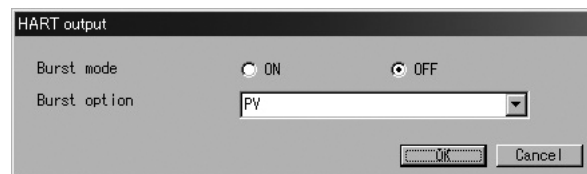

図53
- ① 画面上部メニューの「Setup(S)」をクリックし、「Config output」のドロップダウンリストの中から「HART output」を選び再度クリックします。
② 図53のようなメッセージボックスが現れます。ここではバーストモードの設定を行います。